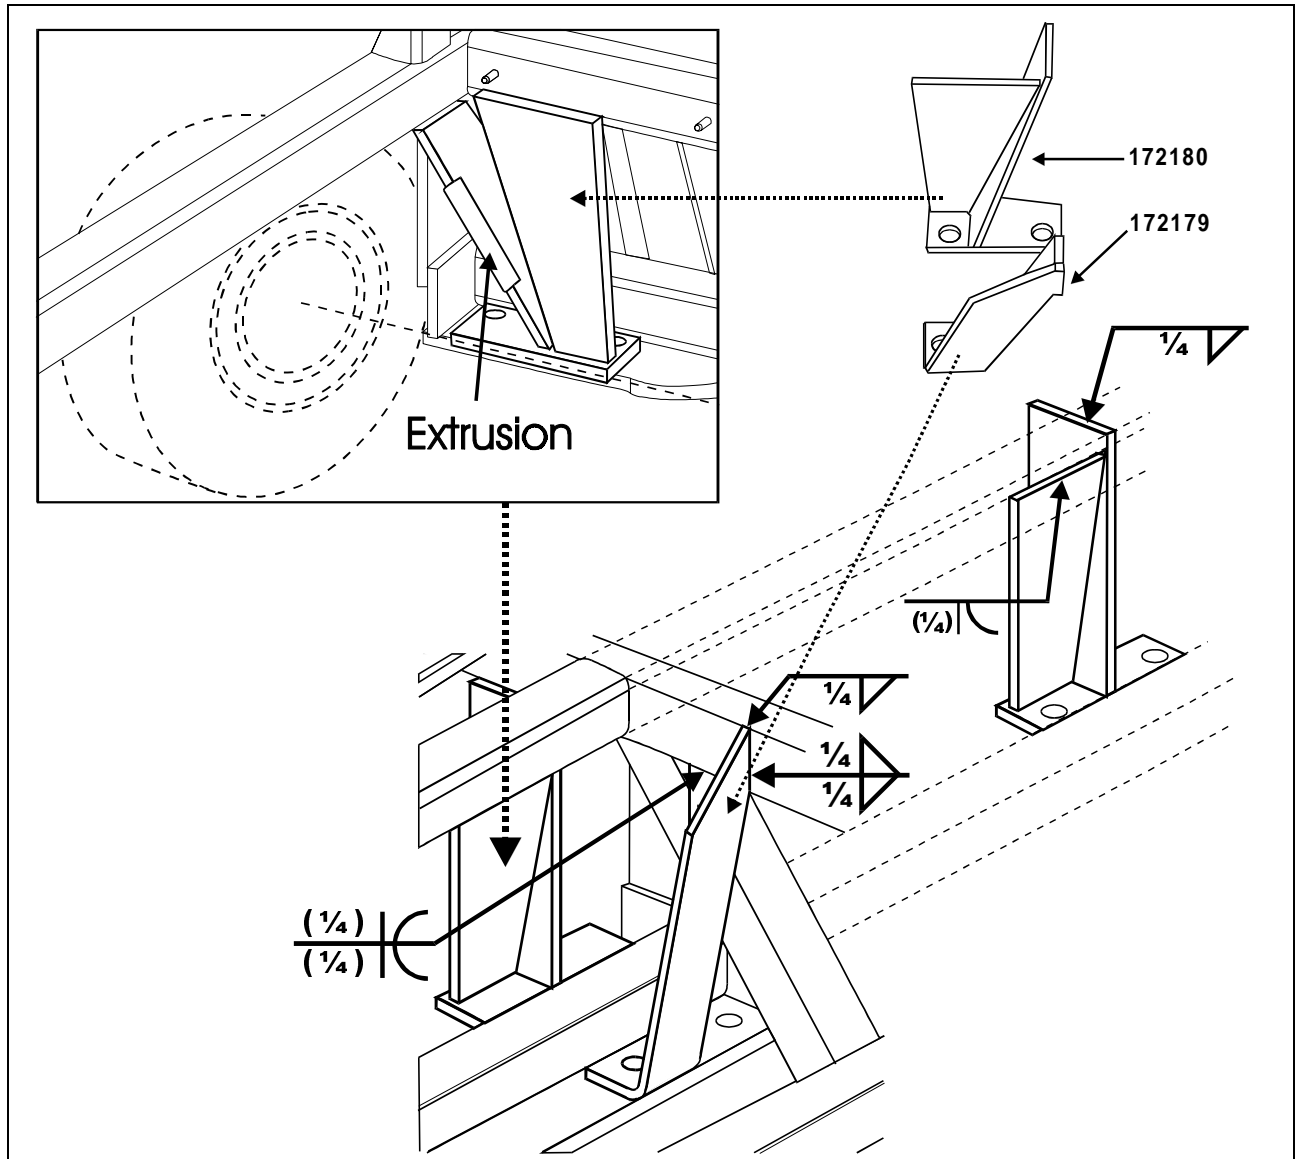

FIGURE 1: EMBLACEMENT DES RENFORTS SUR LA STRUCTURE SITUÉE À L'ARRIÈRE DE LA ROUE AVANT GAUCHE
Remarque: Les renforts sont installés sur la structure de la suspension indépendante juste derrière la roue avant gauche (Fig. 1).
3. Souder le renfort tel qu'indiqué sur la figure 1.
5. Souder le renfort tel qu'indiquer sur la figure 1.